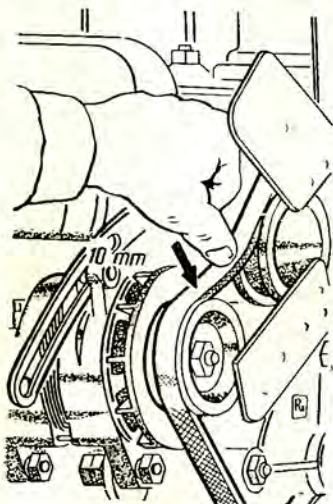

Abb. 12. Prüfen der Riemen Spannung am Lüfter
4. Zeitweise ist die Spannung des Lüfterriemens (Abb. 12) zu prüfen. Normalerweise soll der Durchhang des Lüfterriemens 10 mm ausmachen.